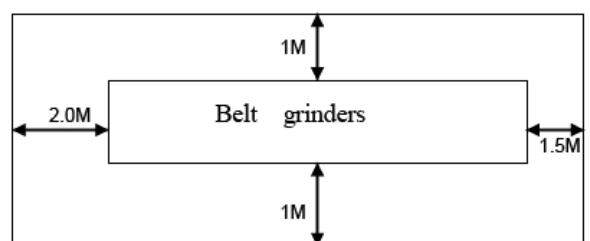

Fig. 3
- De werkplek dient schoon en goed geventileerd te zijn en er moet voldoende ruimte (fig.3) zijn om gemakkelijk en ongehinderd met de machine te werken.